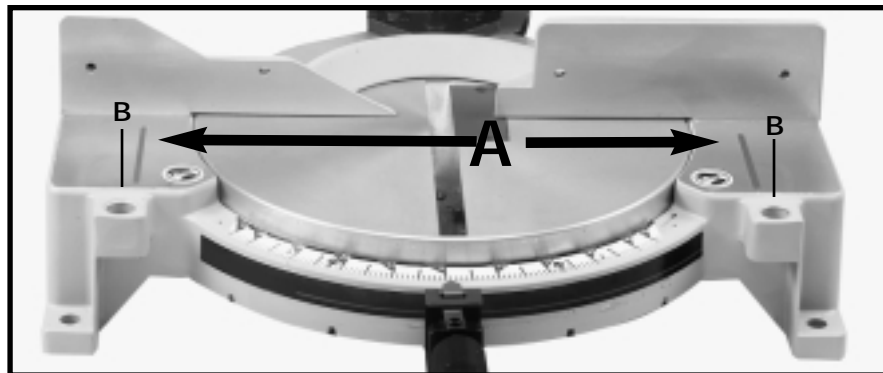
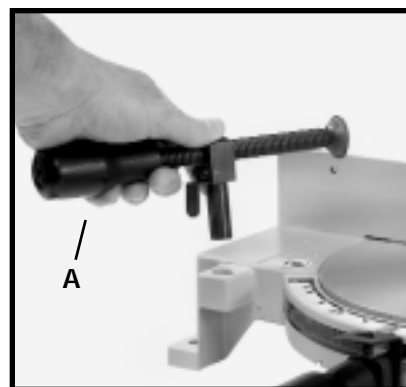
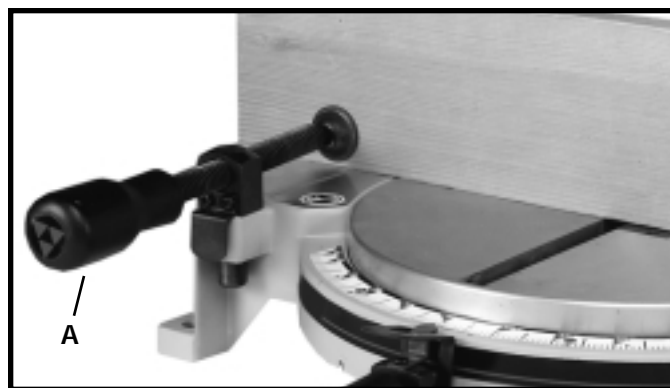

Fig. 10
Fig. 11
Fig. 31
⚠ AVERTISSEMENT : LA ZONE À L'INTÉRIEUR DES DEUX LIGNES ROUGES (A) FIG. 10, QUI SE TROUVENT SUR LA TABLE, EST DÉSIGNÉE COMME LA ZONE À RISQUE. NE METTEZ JAMAIS LES MAINS À L'INTÉRIEUR DE CETTE ZONE LORS DE L'UTILISATION DE L'OUTIL.
1. Un étau (A) fig. 11 est disponible en option. Utilisez cet étau (accessoire) surtout pour les pièces courtes. Ne mettez jamais les mains dans la «zone à risque».
2. Deux trous (B) fig. 10 sont prévus dans la base de la scie, pour permettre l'utilisation de l'étau (A) fig. 11 à droite ou à gauche de la lame.
2. Placez la pièce à couper sur la table et tenez-la ou serrez-la fermement contre le guide à l'aide de l'étau/du serre-joint (accessoire). La figure 31 illustre l'étau (A). L'étau (A) peut également être utilisé sur le côté droit de la machine (voir fig.10).